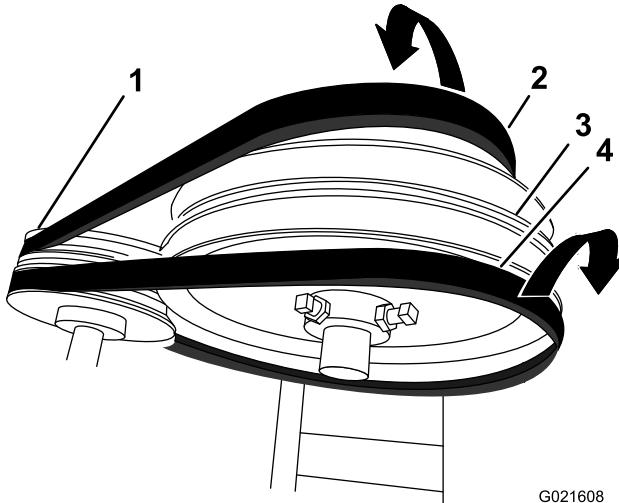

Figura 39
- Deslice la correa delantera hacia adelante y retírela de la polea tensora (Figura 39).
- Deslice la correa trasera hacia atrás y retírela de la polea tensora (Figura 39).